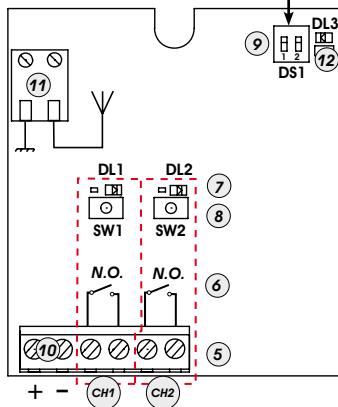

Abb.1
- 2) Die Taste auf dem Empfänger (Abb. 1 Bez. ⑧) für den Kanal, der mit der Funksteuerung kombiniert werden soll, 1 Sekunde lang drücken.
- 3) Die entsprechende LED am Empfänger (Abb. 1 Bez. ⑦) beginnt 5 Sekunden lang langsam zu blinken.
- 5) Die LED (Abb. 1 Bez. ⑦) am Empfänger leuchtet mit Dauerlicht 1 Sekunde lang auf und erlischt dann als Zeichen für die erfolgte Einspeicherung.